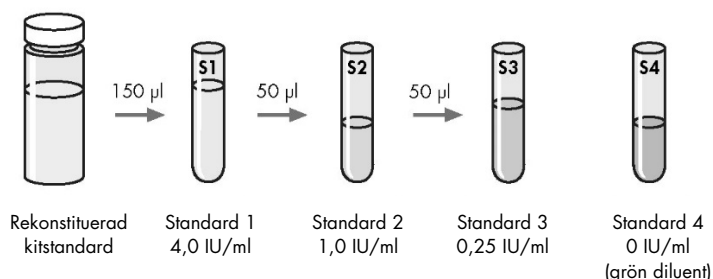

Bild 2. Beredning av standardkurva.
Använd den rekonstituerade kitstandarden för att skapa en 1 till 2-spädningsserie följt av en 1 till 4-spädningsserie med IFN- γ i grön diluent (GD) (se bild 2). S1 (standard 1) innehåller 4,0 IU/ml, S2 (standard 2) innehåller 1,0 IU/ml, S3 (standard 3) innehåller 0,25 IU/ml och S4 (standard 4) innehåller 0 IU/ml (bara GD). Standarderna måste analyseras som duplikat. Bered nya spädningar av kitstandarden för varje ELISA-procedur.